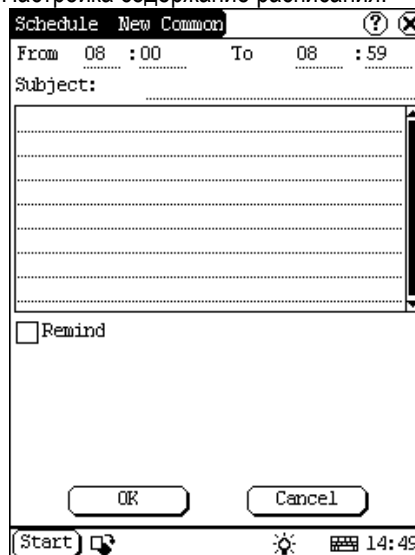

Рисунок 4-31
- 3) Если выбранный период 'Daily', 'Weekly', 'Monthly' или 'Annual' вы введете повторное время в текстовом поле на нижней части интерфейса. См рисунок 4-31.